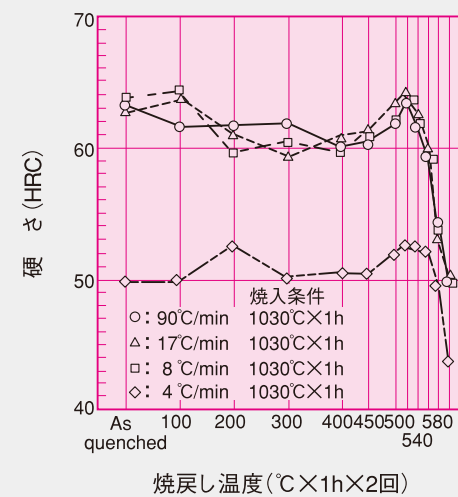

図14 各種焼入冷却速度と焼戻し硬さ
**硬さ (焼戻し)** 冷却速度が10°C/min以上であれば焼戻し硬さは同一となります。(図14)